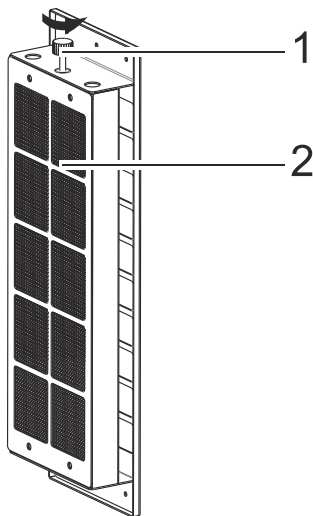

Fig. 7
2. ➡ Montera av ramen runt kolfiltret genom att lossa skruven (Fig. 7).